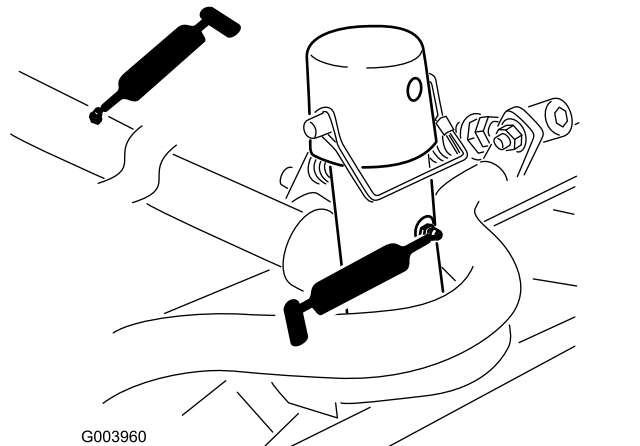

Figura 38
- Telaio portante e perno dell'apparato di taglio (2 cad.) (Figura 38)